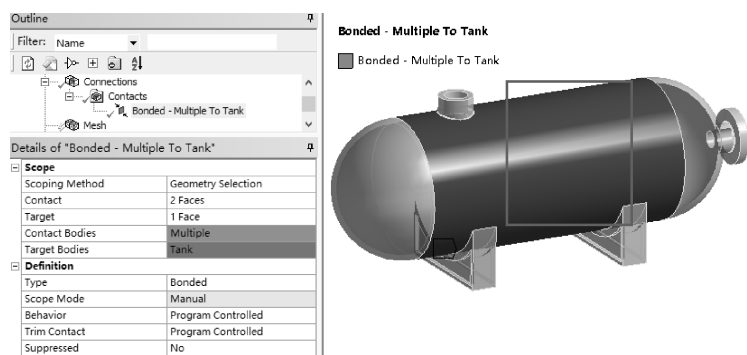

图 9-4 两鞍座圆弧表面与筒体外表面接触
(1) 导航树单击【Connection】→【Contacts】删除自动接触项, 右键单击【Contacts】→【Insert】→【Manual Contact Region】。
(2) 单击【Bonded-No Selection To No Selection】, 在标准工具栏中单击, 然后选择两鞍座圆弧表面, 在接触信息栏【Contact】选择确定, 选择筒体外表面, 在接触信息栏【Target】选择确定, 如图 9-4 所示。